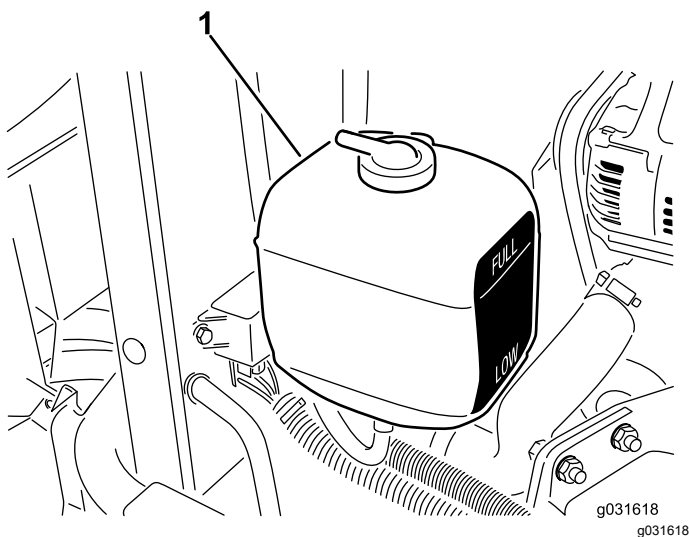

Bild 58
1. Prüfen Sie den Kühlmittelstand im Ausdehnungstank (Bild 58).